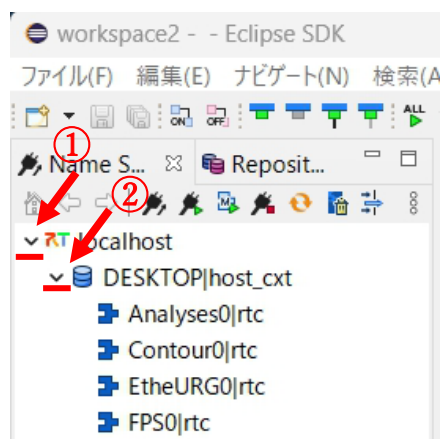
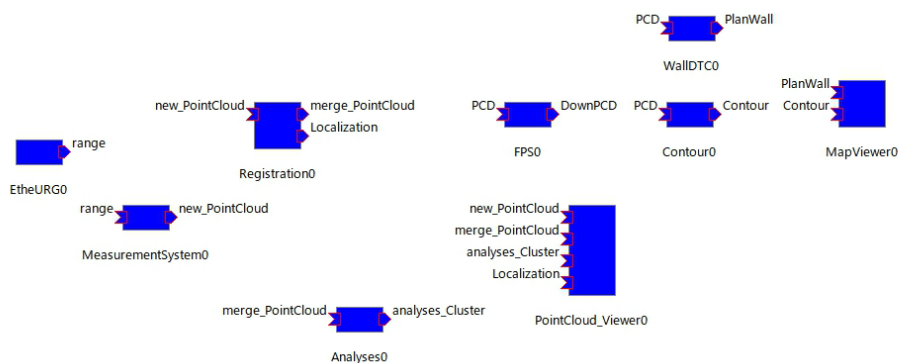

図 34 [Name Service View]内にある[localhost]と[[デスクトップ名]|host_cxt]を開いた状態
図 35 [System Editor]上に配置された[[プロジェクト名]0|rtc]の配置例
- ⑩ 図 34 のように OpenRTP の[Name Service View]内にある[localhost]の左にある[>]をクリックし，[[デスクトップ名]|host_cxt]の左にある[>]をクリックし，図 35 のように表示されたすべての[[プロジェクト名]0|rtc]を[System Editor]上にドラッグ & ドロップする．